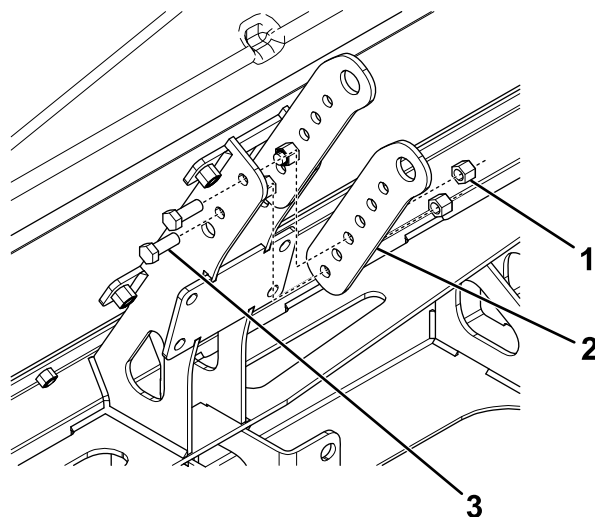

图 13
3. 用 4 个螺栓 $\frac{3}{8}$ 英寸和锁紧螺母将连接杆支架固定至撒布机图 13。